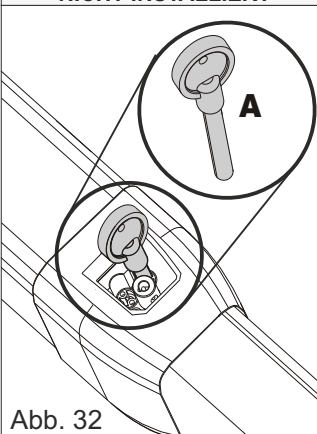

Abb. 32
- **MINI TANK:** Montieren Sie die Schlüsselentriegelung (siehe nächster Absatz) und führen Sie die Einstellung mit dem dafür vorgesehenen Schlüssel (A) durch (Abb. 32).